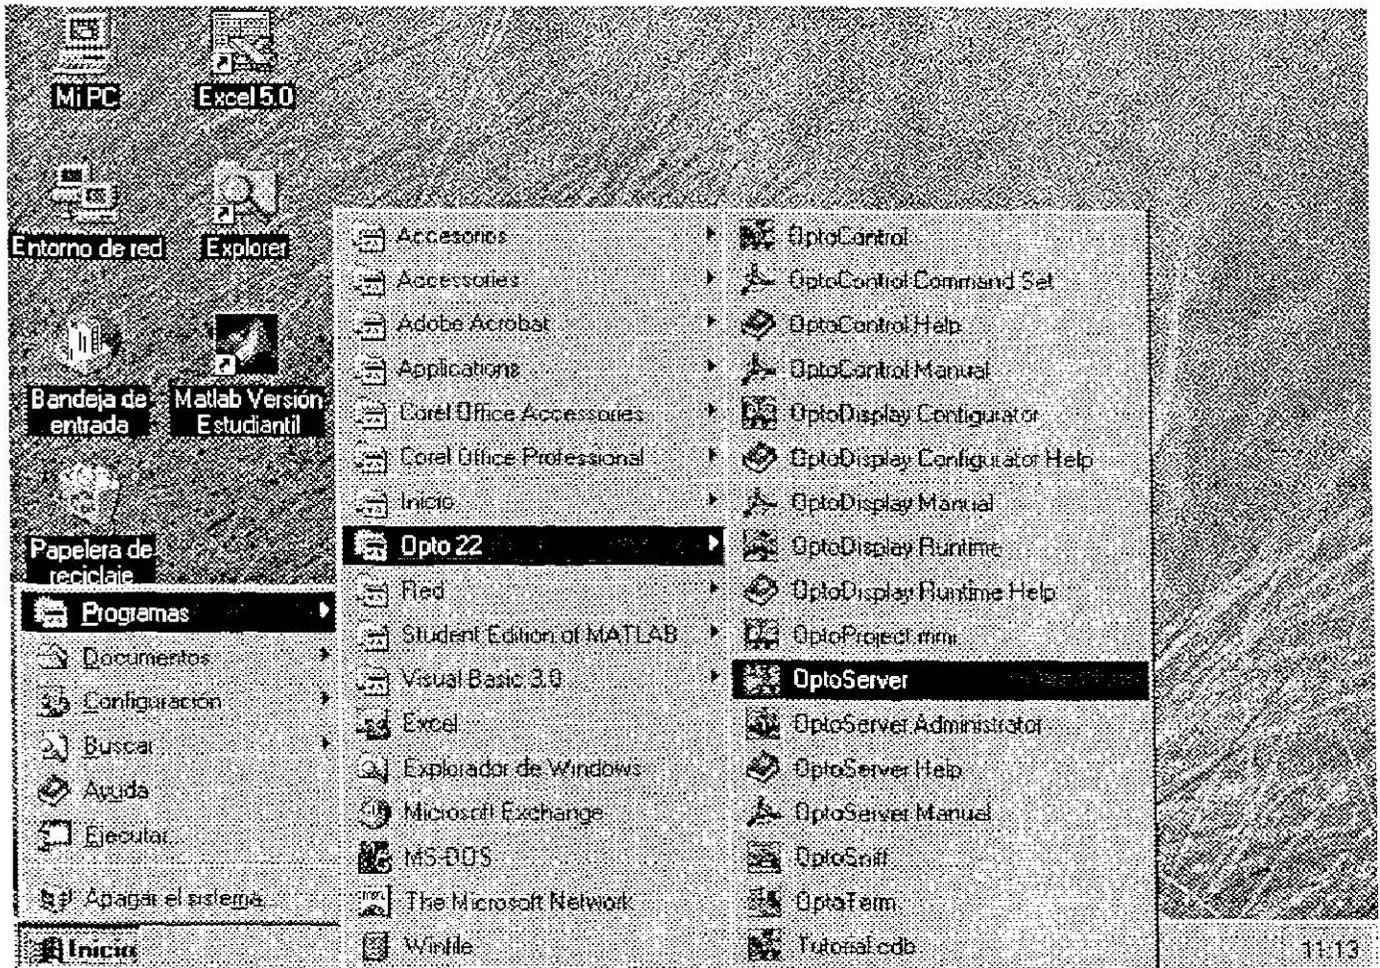

Fig. 5.8.4. Secuencia de Arranque del archivo **OptoServer**.
- ◆ Y por ultimo arrancar el OptoServer para la comunicación vía red, aplicando la secuencia presentada en la siguiente pantalla de la Fig. 5.8.4.